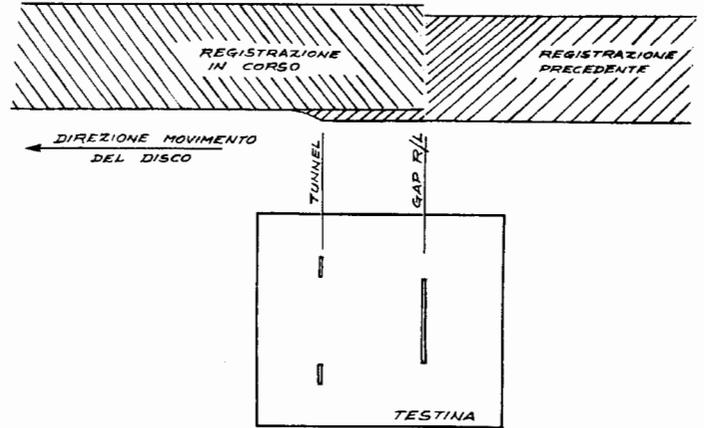

FIG. 55
10) CIRCUITO DI CANCELLAZIONE (Fig. 55)